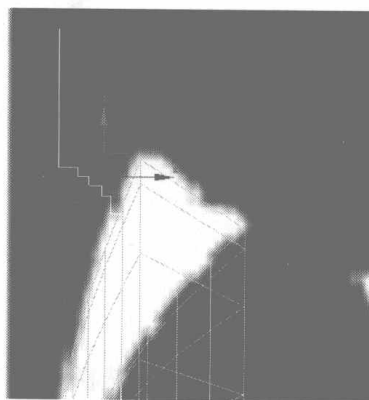

图 6.362
- 07 在 Create 控制面板中单击 二维编辑按钮，再单击 Line 按钮，在视图中绘制如图 6.362 所示的曲线。